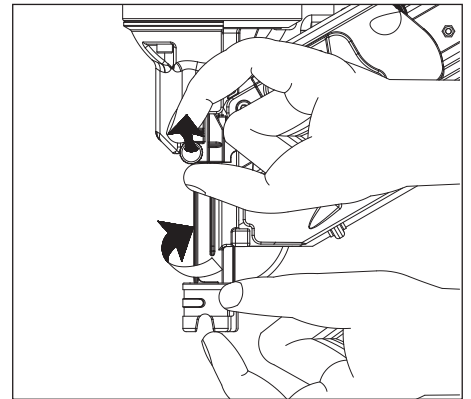

Figure 10 - Adjuster le pénétration
2. Sortir la goupille rouge. Tourner la pointe de contact (PC) d'un quart de tour comme indiqué. Dégager la goupille rouge. Voir la figure 10.